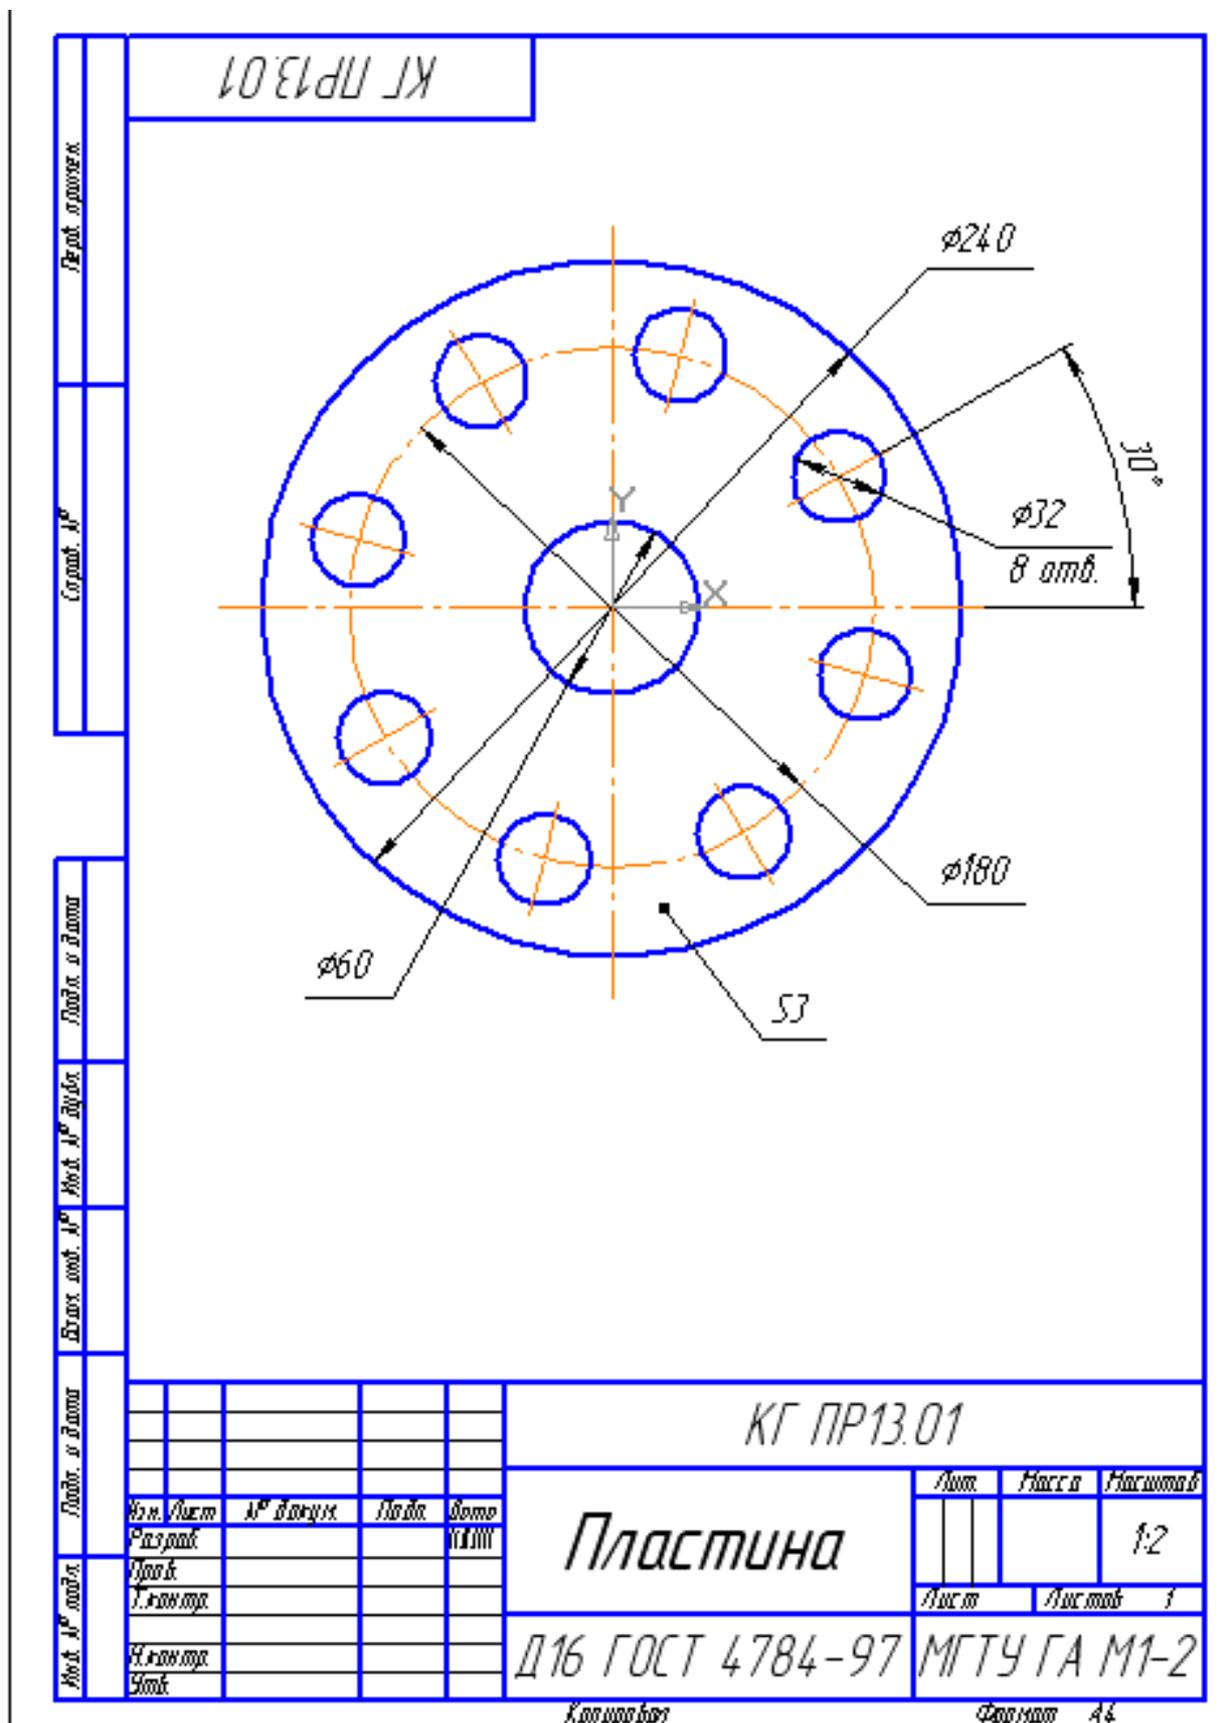

Рис. 48
Задание. Выполните чертеж, рис. 48. Проставьте размеры. Формат А4.
7. Заполните основную надпись, рис. 48.